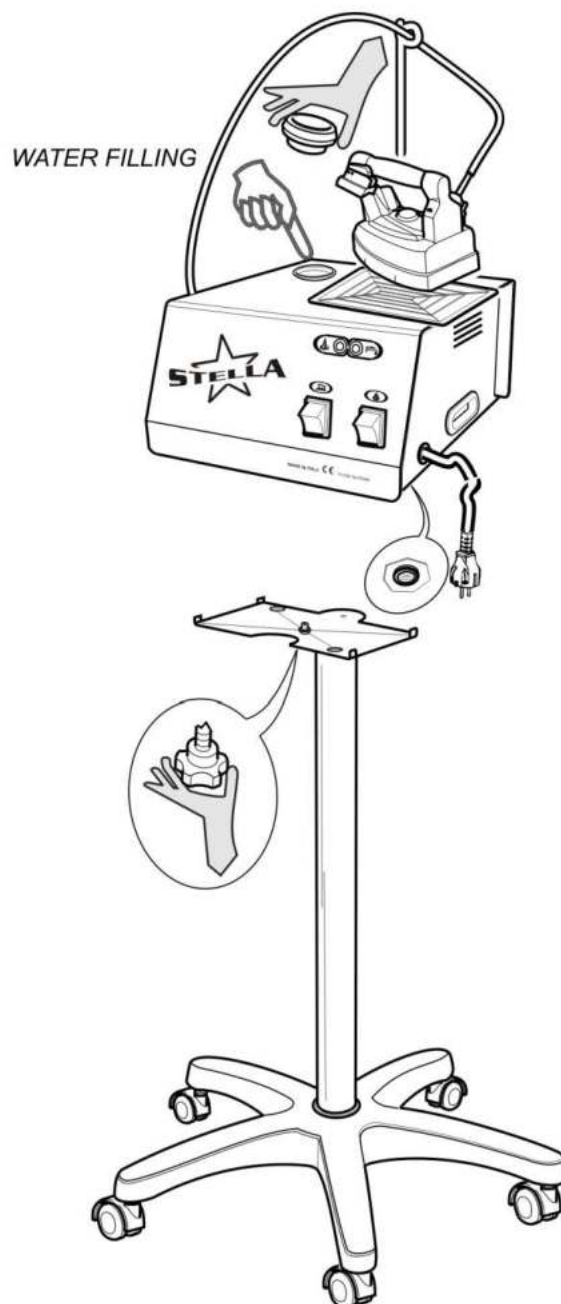

Fig. 2
5. Для STELLA, поставляемой с подставкой: привинтите ручку подставки к соответствующему соединению под основанием STELLA (рис. 2).
1. Открутите пробку котла (рис.1), наполните парогенератор водой (рис.2) примерно 1 литр (советуем вам использовать воронку). Возьмите пробку за пластиковый колпачок и ввинтите его снова (см. пункт 8)
5. Когда парогенератор STELLA будет использоваться вкпе с гладильной доской без всасывания, на ней могут появиться водяные пятна. В таком случае уменьшить поток пара из утюга с помощью круглой рукоятки регулировки пара (Рис. 2). Поэтому мы советуем использовать устройство с доской, имеющей функции всасывания и подогрева.
Возможно долить воду в STELLA в любое время во время глажения, даже когда под давлением. Отвинтите пробку для воды и заполните бак водой до желаемого уровня, следя за тем, чтобы не допустить переполнения и выливания (рис. 2).